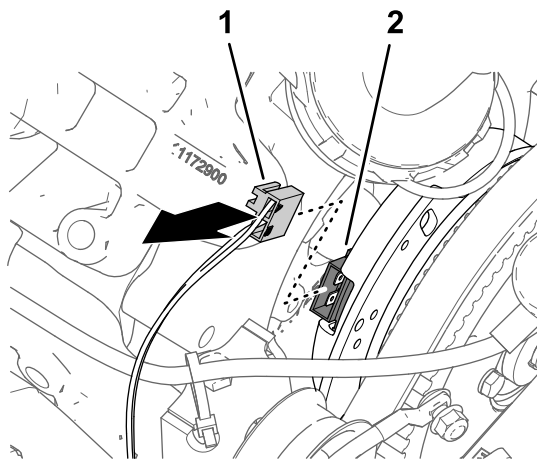

Figura 168
- Scollegate il connettore a 2 prese del cablaggio preassemblato della macchina indicato come BOBINA DELLA POMPA DI IRRORAZIONE dal connettore a 2 pin dell'alternatore (Figura 168).